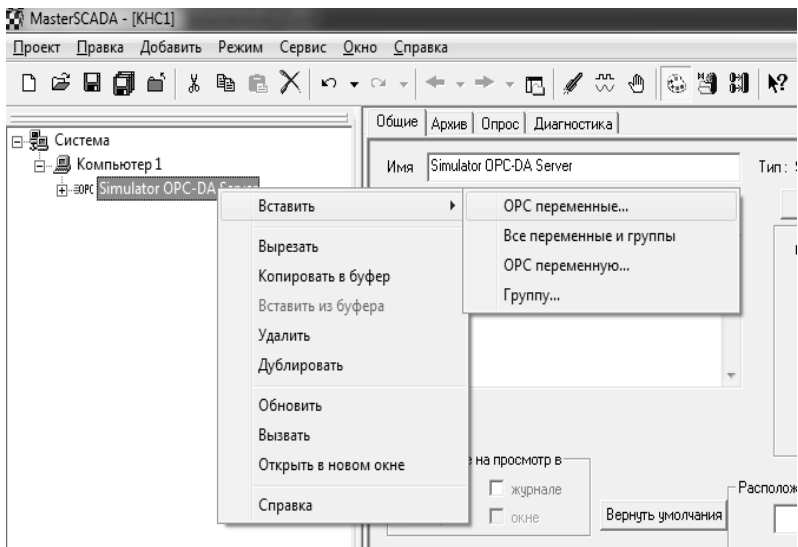

Рис. 2.17. Добавление OPC-переменных
4. После добавления OPC-сервера добавляем используемые теги (переменные) этого сервера. Для этого также воспользуемся контекстным меню, которое вызывается, кликнув правой кнопкой на имени сервера (рис. 2.17). В открывшемся окне отмечаем добавляемые OPC-переменные.